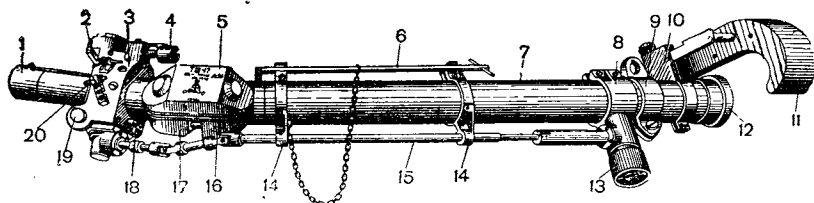

Рис. 45. Прицел ТШ-17:
Прицел ТШ-171 (рис. 45) устанавливается в башне танка с левой стороны пушки. Он обеспечивает прямую наводку 122-мм танковой пушки и спаренного с ней пулемета ДТМ. Прицел представляет собой оптическую телескопическую трубу с головной частью, качающейся в вертикальной плоскости на определенный угол относительно окулярной части. При установке прицела в танк головная часть жестко соединяется с орудием при помощи кронштейна. Окулярная часть прикрепляется к крыше башни танка при помощи шарнирной подвески.
С кронштейном 3 прицела стойка соединяется болтом с гайками 5. Выступ кронштейна 3 прицела устанавливается между болтами 12 стойки. При помощи болтов 8 и 12 производится установка кронштейна, обеспечивающая необходимый запас хода для выверки прицела как в вертикальной, так и в горизонтальной плоскостях. После установки соприкасающиеся плоскости кронштейнов 3 и 7 стопорятся при помощи штифтов 4 и 6. В радиусные гнезда 13 кронштейна входят цапфы 19 (рис. 45) корпуса головной части прицела. За выступ 2 (рис. 48) зацепляется зуб 2 (рис. 45) упора. Кронштейн предназначен для установки прицела ТШ-17,
1. Вывернуть винт 4 (рис. 45) кулачкового механизма из корпуса головной части прицела.